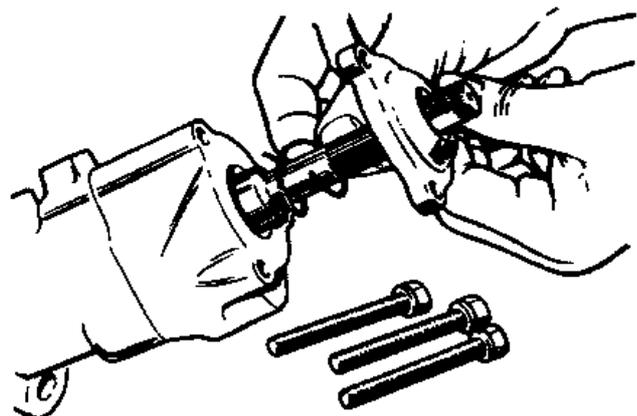

Рис. 11.37. Снятие распорной пружины золотника (Разд.35)
10. Выверните три болта, крепящие верхнюю крышку управляющего клапана, и снимите ее вместе с подшипником и сальником. Изалеките распорную пружину золотника и отсоедините корпус управляющего клапана от вала шестерни (Рис.11.37).